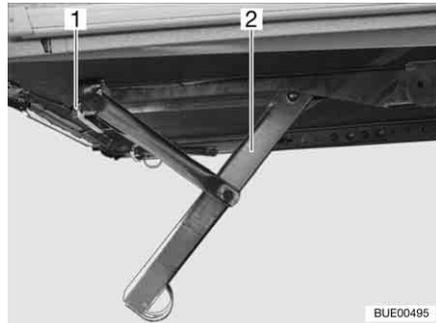
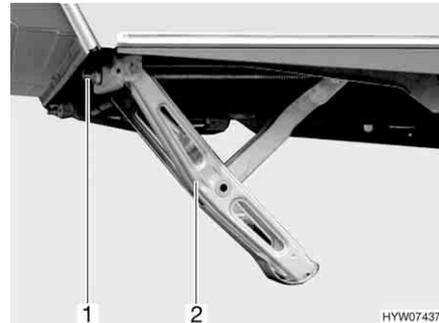

Fig. 18 Apoyo a manivela bajado girando la manivela (variante 1)
Fig. 19 Apoyo a manivela bajado girando la manivela (variante 2)
- Insertar la manivela en el hexágono (Fig. 18,1 ó Fig. 19,1) de los apoyos a manivela (Fig. 18,2 ó Fig. 19,2).